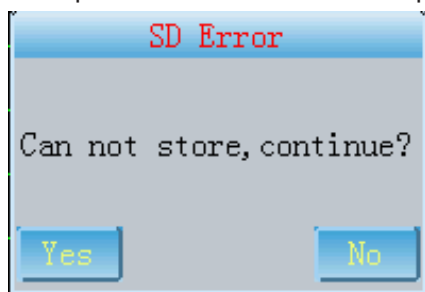

Fig. 13-11-1
- 1 Cuando se está imprimiendo el caso en el modo 1x12, 1x12+1, 2x6, 2x6+1, 3x4, si no hay ninguna tarjeta SD, aparecerá el cuadro de diálogo como se muestra en la Fig.13-11-1 para indicar a los usuarios que el caso no puede almacenarse si la impresión continúa.